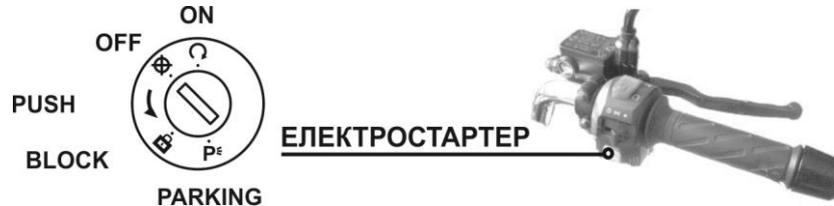

Рис. 4.1. Замок запалювання
3. При повністю закритій дросельній заслінці натиснути клавiшу запуску двигуна електростартером (див. рис. 4.1.) і утримувати її в натиснутому стані до запуску двигуна, але не більше 5 секунд. Якщо запуск двигуна не відбувся, почекати 10 секунд і знову натиснути клавiшу запуску. Якщо двигун на холостому ході працює не стабільно, після запуску злегка відкрийте дросельну заслінку.
Для того, щоб заглушити двигун, переведіть кнопку ввімкнення у положення «» і поверніть ключ запалювання в крайнє ліве положення (див. рис. 4.1.).
Для того, щоб мотоцикл знаходився у режимі стоянки спочатку поверніть кермо у крайнє ліве положення, а потім ключ запалювання у положення «**BLOCK**» – блокування керма. Коли залишаєте мотоцикл на стоянці переводьте ключ у крайнє праве положення «**PARKING**» – стоянка. (див. рис. 4.1.).
Після зупинки мотоцикла необхідно заглушити двигун і встановити мотоцикл на одну з відкидних підніжок – або бічну, або центральну. Не рекомендується залишати мотоцикл притуленим до стіни, стовбуру дерева або до будь-якої іншої опори, тому що при цьому не виключається можливість його самовільного переміщення або падіння. Важіль перемикачів передач повинен бути переведений у нейтральну позицію, кермо повернуте до упору вліво, запалювання повинно бути вимкнено, ключ запалювання переведений у крайнє ліве положення (див. рис. 4.1.). Ключ витягнути.
Розташований поруч з панеллю приладів замок запалювання має чотири позиції (див. рис. 4.1.):